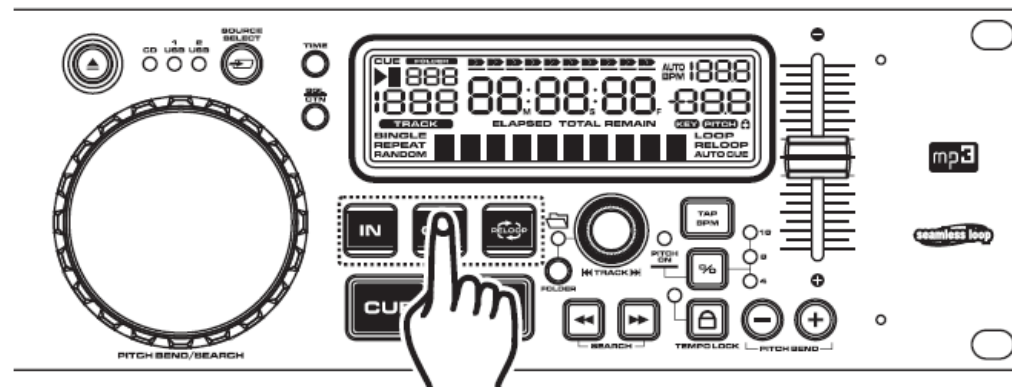

Figura 23
3) Pulse el botón OUT (17) para fijar el punto final del BUCLE CONTINUO (**Figura 23**). Los botones IN y OUT permanecerán encendidos indicando que se está ejecutando un BUCLE CONTINUO. Pulse el botón OUT de nuevo para parar el bucle.